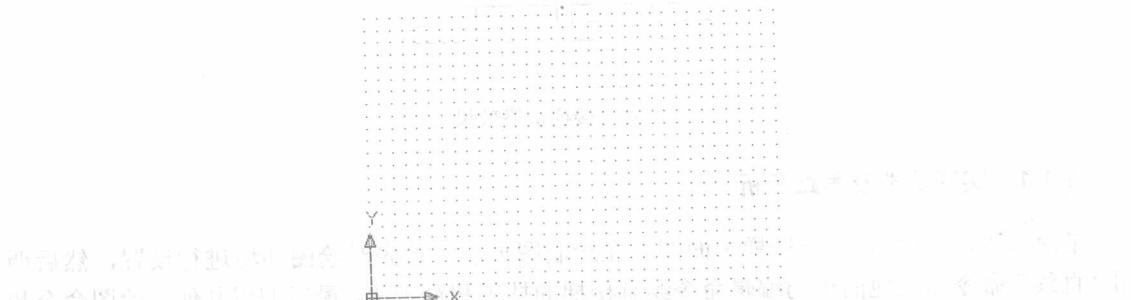
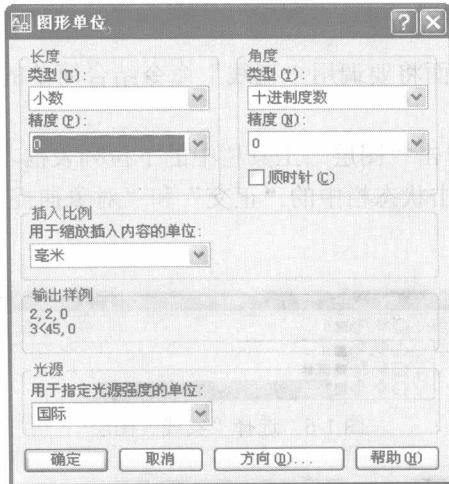

图 1-3 设置完成的图形界限
图 1-4 设置“图形单位”对话框
(2) 选择“格式”→“图形界限”命令，根据命令行的提示，在命令行中指定图形界限左下角点坐标为(0,0)，按下 Enter 键确定；再在命令行中输入图形界限右上角点坐标为(42000,29700)，按下 Enter 键确定，结束图形界限的设置，设置完成的效果如图 1-3 所示。
(3) 选择“格式”→“单位”命令，弹出如图 1-3 所示的“图形单位”对话框，在“图形单位”对话框中，分别对“长度”选项组中的“类型”和“精度”、“角度”选项组中的“类型”和“精度”进行设置，同时可以设置“插入比例”等内容，详细设置如图 1-4 所示。